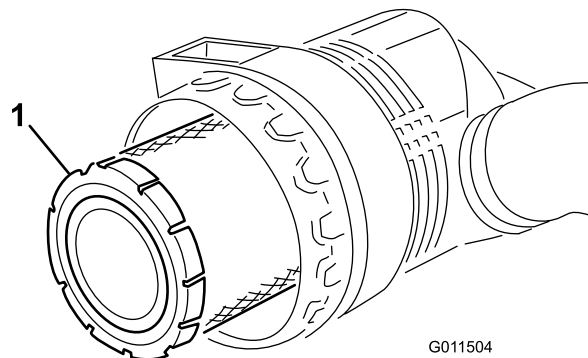

Figura 88
5. Retire e substitua o filtro primário (Figura 88).